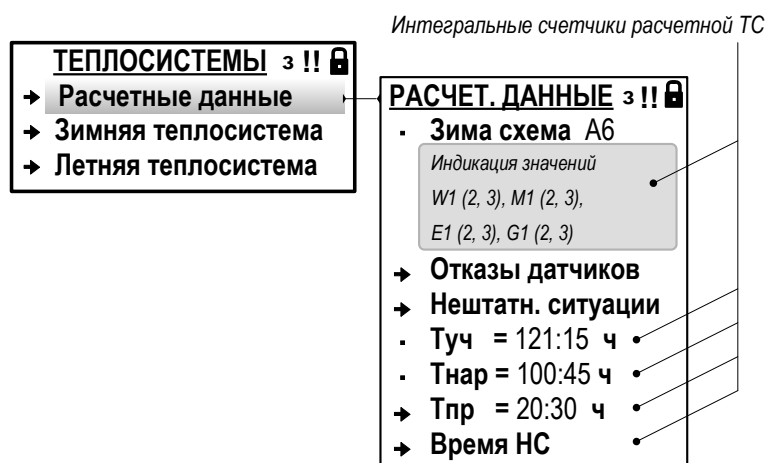

Рис.42. Вид меню «Расчетные данные» теплосистемы (режим РАБОТА).
7.9.1.3. В интегральных счетчиках расчетной теплосистемы (меню **Теплосистема (Теплосистемы) / Расчетные данные**, рис.42) накапливаются значения параметров: